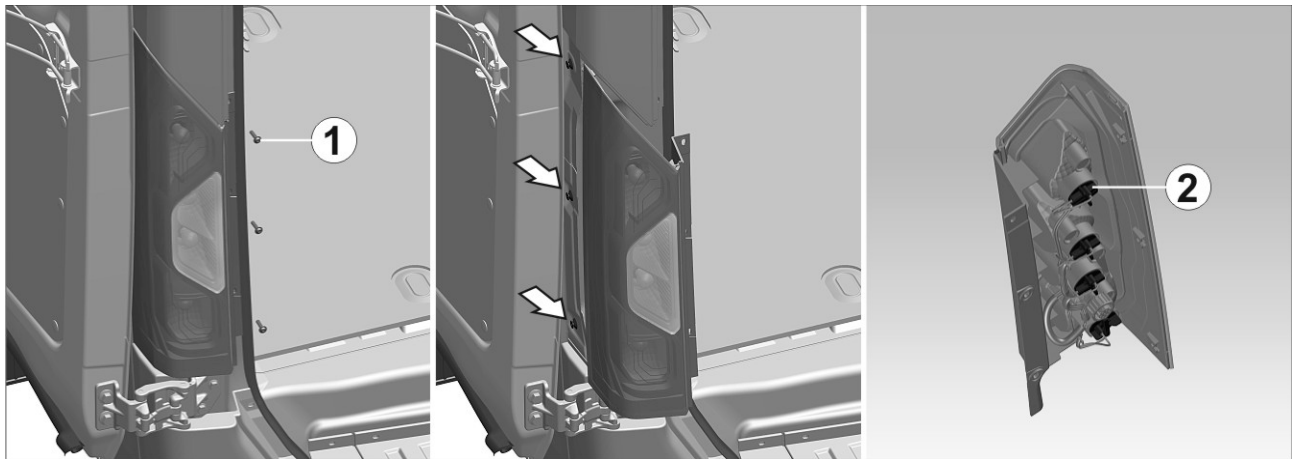

Рис. 7.15. Замена лампы в заднем фонаре: 1 – винт; 2– патрон с лампой
- вывернуть три винта 1 (рис.7.15) крепления фонаря к кузову;